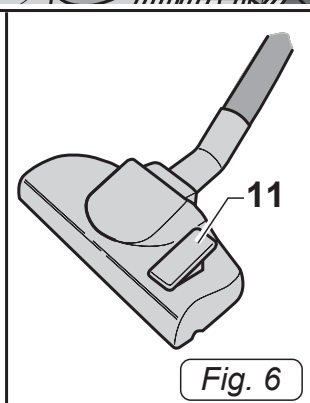

Fig. 6
- Agganciare alla prolunga (10 Fig.6) l'accessorio voluto (bocchetta di aspirazione, spazzola a pennello, bocchetta a lancia, spazzola multiuso, ecc..)
- Per pulire pavimenti duri, parquet, ecc.. premere indietro la leva (11 Fig.6) per estrarre le setole dalla spazzola.
- Per aspirare su tappeti, moquettes, ecc.. premere in avanti la leva (11 Fig.6) per far rientrare le setole della spazzola.